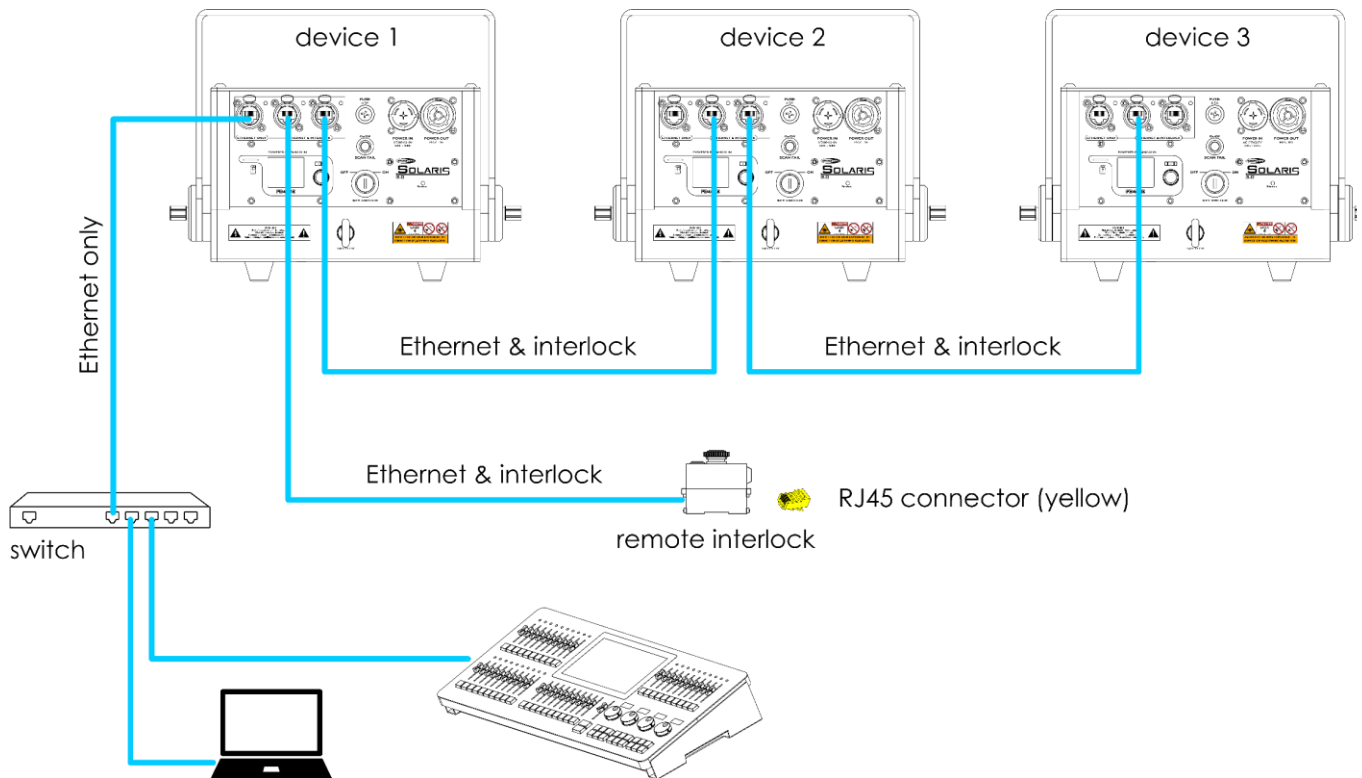

Fig. 15
En la Fig. 15 se muestra una instalación típica con múltiples unidades. Siga los pasos a continuación para conectar la unidad a un ordenador/controlador de iluminación, al dispositivo de enclavamiento remoto y a otras unidades:
- 01) Conecte el conector RJ45 del ordenador/controlador de iluminación al **conector RJ45 ETHERNET ONLY (09)** de la primera unidad con un cable CAT-5/CAT-5E/CAT-6. Para instalaciones más grandes puede utilizar un switch entre el primer dispositivo de la instalación y el ordenador/controlador de iluminación.
- 02) Conecte el **conector RJ45 (26)** del dispositivo de enclavamiento remoto suministrado con la unidad a uno de los **conectores RJ45 ETHERNET & INTERLOCK (10)/(11)** de la primera unidad de la instalación con un cable CAT-5/CAT-5E/CAT-6.
- 03) Conecte el **conector RJ45 ETHERNET & INTERLOCK (10)/(11)** de la primera unidad a uno de los **conectores RJ45 ETHERNET & INTERLOCK (10)/(11)** de la segunda unidad en la instalación con un cable CAT-5/CAT-5E/CAT-6.
- 04) Repita el paso 3 para todos los dispositivos como se indica en la Fig. 15.
- 05) Introduzca el conector RJ45 (amarillo), suministrado con la unidad, en el **conector RJ45 (25)** del dispositivo de enclavamiento remoto.